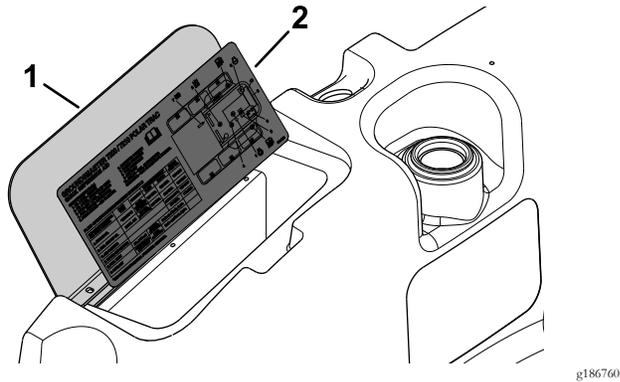

Figura 1
1. Pulite la piastra di copertura per garantire una corretta adesione quando applicate l'adesivo (Figura 1).
2. Rimuovete la parte posteriore e applicate l'adesivo sulla piastra di copertura (Figura 1).